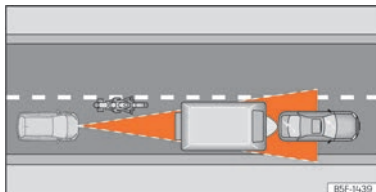

Abb. 109 Vorausfahrender Motorradfahrer außerhalb des Erfassungsbereichs des Radarsensors.
- Versetzt fahrende Fahrzeuge oder Fahrzeuge, die außerhalb des Erkennungsbereichs des Sensors fahren, z. B. Motorräder »» (Abb. 109).